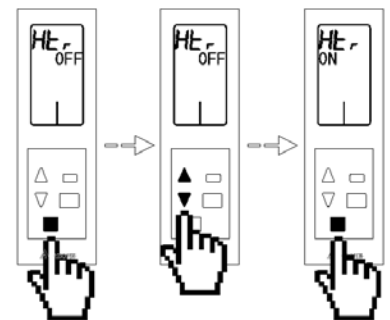

Fig. 121
- Etapa de calor radiante  $H_{E,r}$ :** Sólo disponible en caso de tener etapas de Aire y Radiante habilitadas en la zona. Este parámetro permite habilitar **ON**, o deshabilitar **OFF**, el calor por elemento radiante  $r$  de la zona. Para su configuración, realice una pulsación sobre el botón de confirmación , el valor del menú se pondrá a parpadear, esto indica que estamos dentro del menú. Utilice las flechas  $\Delta$   $\nabla$  para seleccionar la opción deseada y pulse el botón de confirmación . Si desea salir del menú pulse el botón salir  para volver al menú anterior. (Fig. 121)